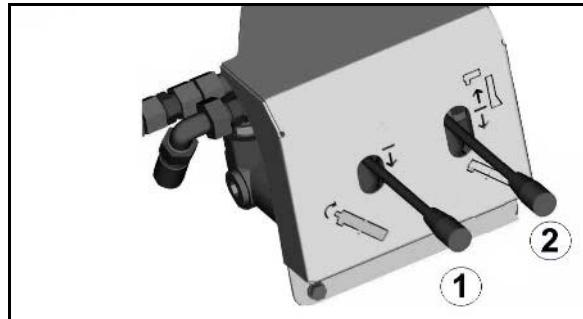

Рис. 89
7. Установите рычаг селектора (Рис. 89/1) в положение **A**.
4. При помощи гидравлики разложите загрузочный шnek (Рис. 89/2).
6. При помощи гидравлики приведите в действие загрузочный шnek (Рис. 89/1).
9. При помощи гидравлики сложите загрузочный шnek (Рис. 89/2).